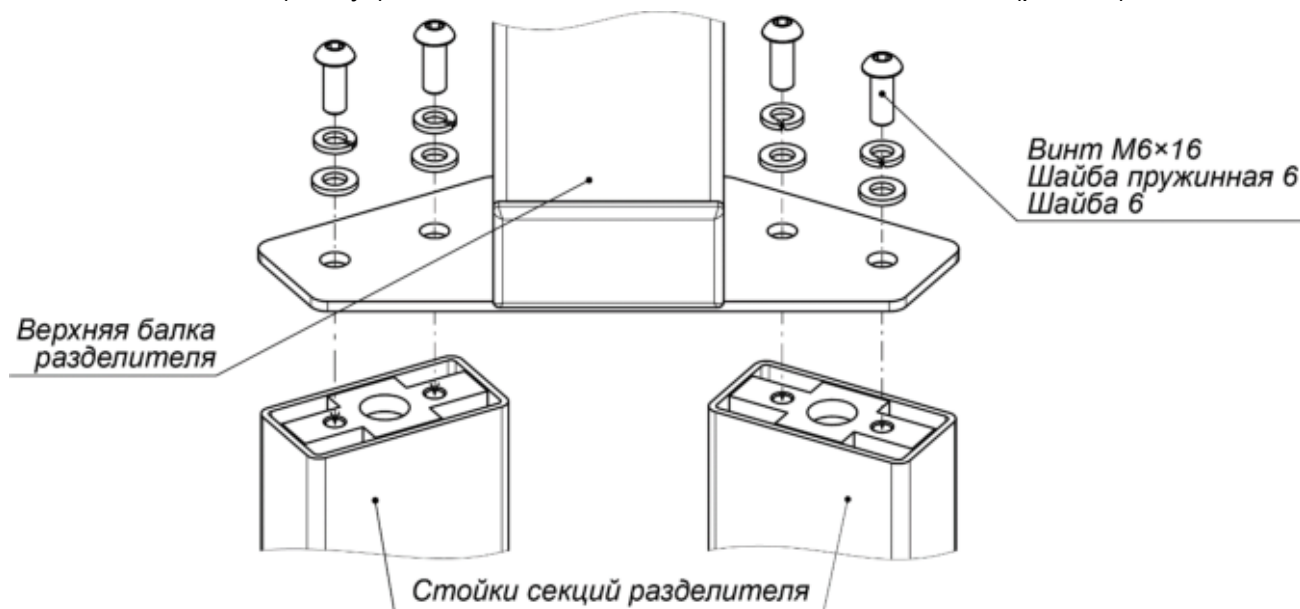

Рисунок 12. Установка верхней балки разделителя
7. Распакуйте секции разделителя (5) и верхнюю балку разделителя (8) (ящик №6).
- ✦ Установите обе секции разделителя (5) на установочную поверхность, ориентируя отверстия в опорных фланцах по расположению анкеров.
9. Установите верхнюю балку разделителя в стойки разделителя и зафиксируйте ее винтами М6×16 (8 штук) с шайбами, входящими в комплект поставки (рис. 12).